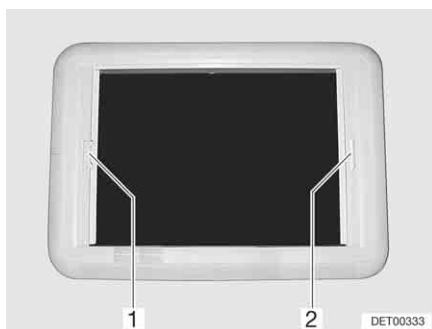

Bild 60 Heki-taklucka, rullgardinslås
- Mörklägningsrullgardinen dras med handtaget (Bild 60,2) till insektsnätets (Bild 60,1) handtag på den motsatta sidan, där det hakas in.
- Tag med den andra handen tag i insektsnätets handtag och tryck låslisten (Bild 60,1) mot handtaget. Spärren lossas.
- Drag, med handtaget (Bild 60,1), insektsnätet till mörkläggningsrullgardinens handtag (Bild 60,2) på den motsatta sidan, där det hakas i.
- Håll fast insektsnätets (Bild 60,1) handtag och tryck låslisten mot handtaget. Spärren lossas.